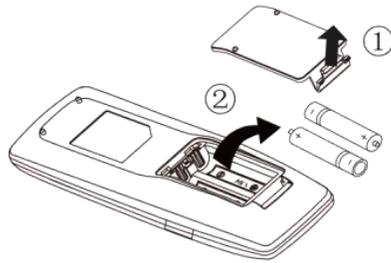

Fig.1
(1) Levante la cubierta en la dirección de la flecha (como se muestra en la Fig. 1①).